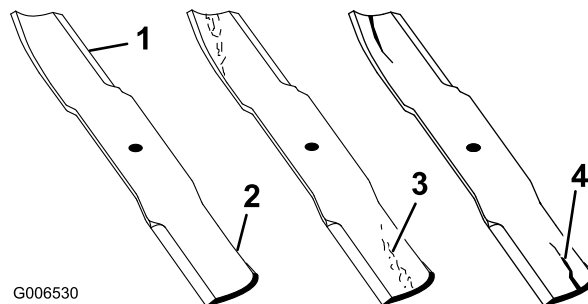

Bild 94
- Untersuchen Sie die Schnittkanten (Bild 94). Entfernen und schärfen Sie die Messer, wenn die Schnittkanten nicht scharf sind oder Auskerbungen aufweisen. Siehe "Schärfen der Messer".
- Prüfen Sie die Schnittmesser, insbesondere den gebogenen Bereich (Bild 94). Wenn Sie Schäden, Verschleiß oder Rillenbildung in diesem Bereich feststellen (Bild 94), sollten Sie sofort ein neues Schnittmesser einbauen.